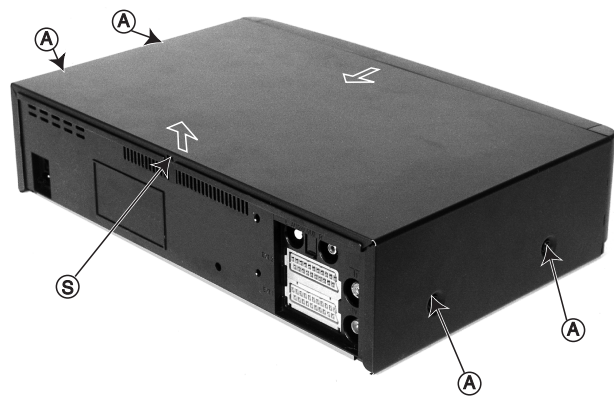

Abbildung 4-1
1. Gehäusedeckel (Abb. 4-1)
- Die vier Schrauben (A) herausschrauben.
- Den Schnapphaken (S) nach innen drücken und durch gleichzeitiges Anheben des Deckels diesen aus der Rinne heben.